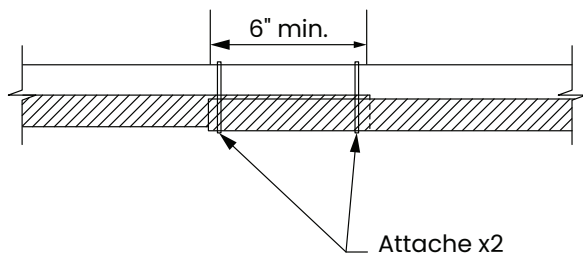

Figure 48 : Chevauchements d'attaches
Utiliser les trois (3) attaches incluses pour fixer le support de tuyauterie PEX-a d'Uponor sous le tuyau PEX. Les attaches sont en nylon et offrent une résistance à la traction de 120 lb. Si les attaches sont perdues, utiliser des attaches en nylon offrant une résistance à la traction équivalente ou supérieure. Espacer les attaches de 3 pi (0,9 m) maximum. Consulter la **figure 48** pour les chevauchements.